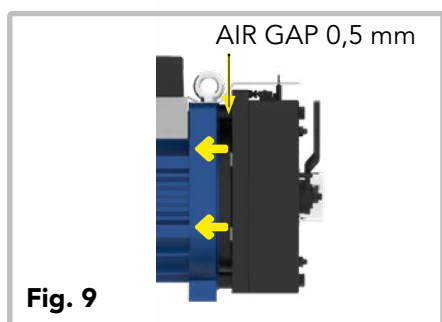

Fig. 9
- **Non alimentato** (elettromagnete non alimentato): il disco del freno è serrato mediante le superfici mobili (freccie gialle su Fig. 9). In questa condizione il sistema non si muove.